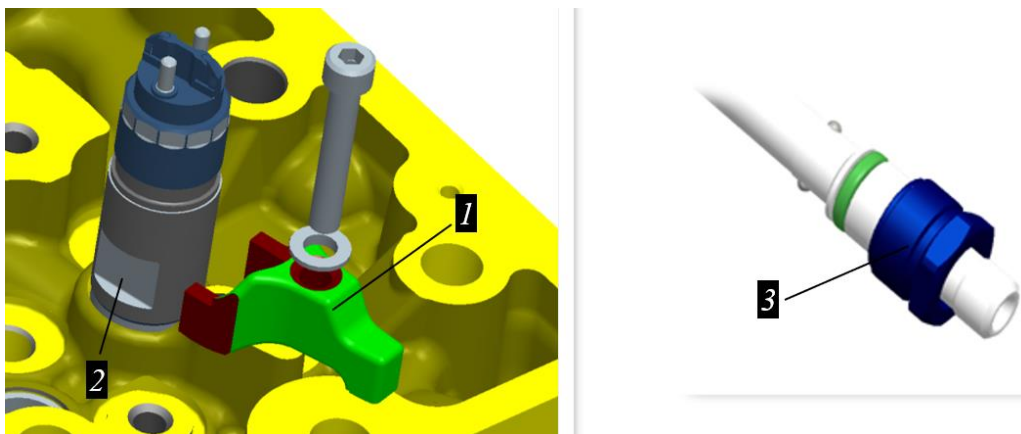

Рисунок 3.54. Крепление форсунки и бокового штуцера в головку блока цилиндров
- Установить скобу 1 на пазы корпуса форсунки 2 и закрепить болтом с затяжкой моментом 16 ± 1 Н·м и довернуть на угол $95^\circ \pm 2^\circ$, рис. Рисунок 3.54;
- Завернуть гайку 3 крепления штуцера с затяжкой моментом 55 ± 1 Н·м, рис. 3.54.
- ▶ Снять крышку воздушного фильтра 2 в направлении, указанном стрелкой рис. 3.54.